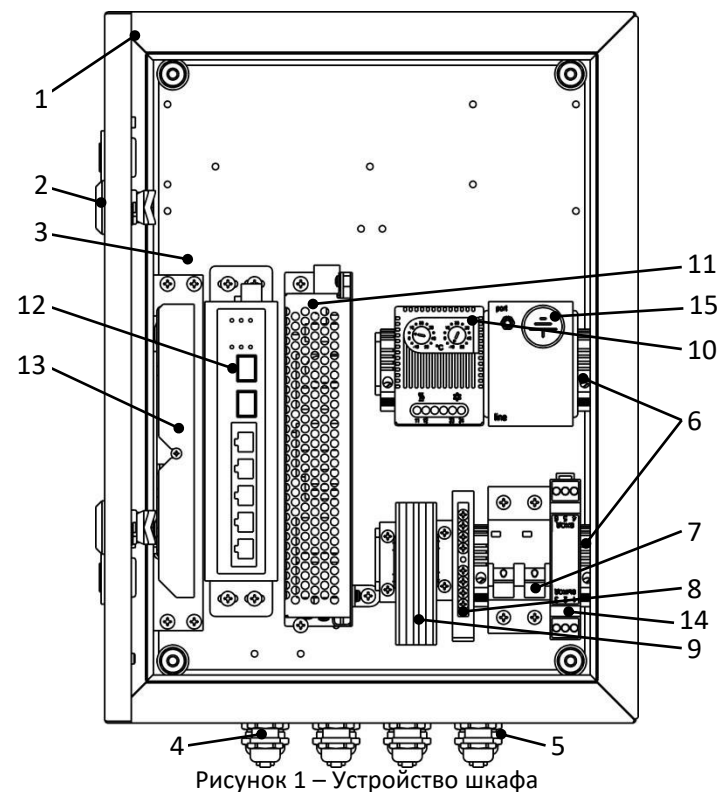

Рисунок 1 – Устройство шкафа
Шкаф представляет собой сварную конструкцию, состоящую из корпуса и дверцы оклеенной уплотнителем, корпус и дверца утеплены изолоном фольгированным. Внутри корпуса на монтажной панели установлено оборудование (см. раздел 2 и рисунок 1), обеспечивающее работу IP-устройств (до 4шт.) с питанием по PoE, передачу данных по оптическому кабелю, а также обогреватель с термостатом и блоки грозозащиты.
2. Комплектация (см. рисунок 1)